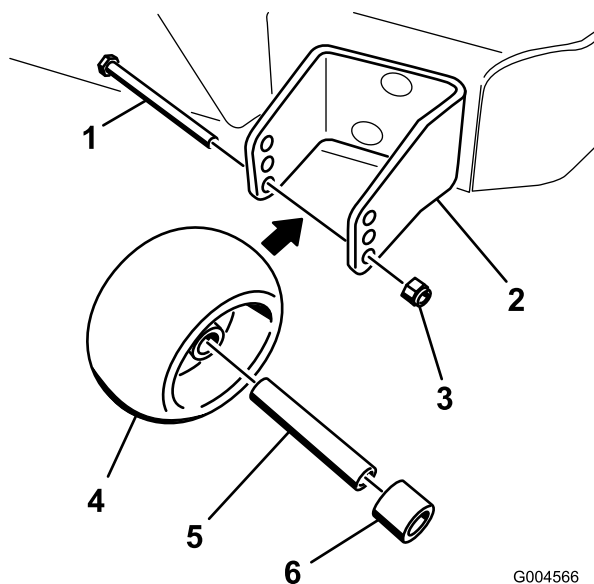

Figure 17
3. Après avoir réglé la hauteur de coupe, réglez les galets en retirant l'écrou à collerette, la bague, l'entretoise et le boulon (Figure 17).
5. Posez l'écrou à collerette, la bague, l'entretoise et le boulon. Serrez à 54-61 Nm (40-45 pieds-livre) (Figure 17).